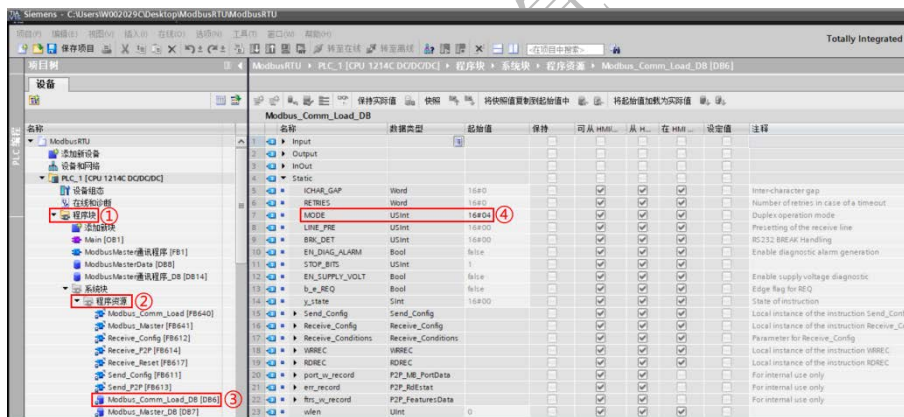

图 4.4 定义 ModbusRTU 主站端口工作模式为 RS485
- 4) 接下来，定义端口的工作模式。本示例中，点对点模块的工作模式为 RS485，所以需要将【Modbus_Comm_Load】背景数据中静态变量的【MODE】参数赋值为 4，赋值既可以通过【Move】指令来完成，也可直接修改该静态变量的默认值来实现，本实例使用后一种方法，如图 4.4 所示。